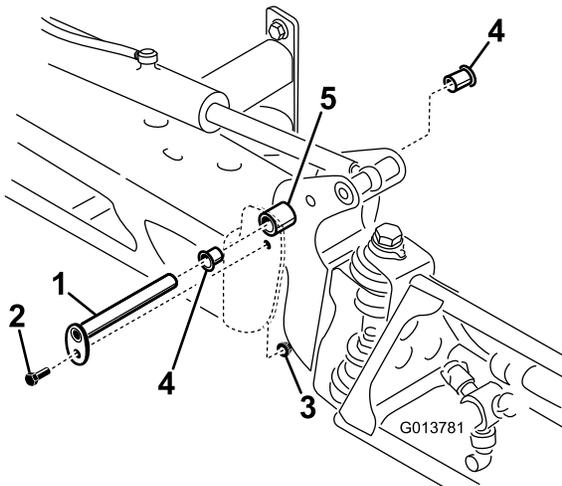

Bild 3
7. Nehmen Sie die Schraube und die Mutter ab, mit der der Lagerbolzen am rechten Seitenausleger befestigt ist (Bild 3).
8. Nehmen Sie den Lagerbolzen ab (Bild 3).